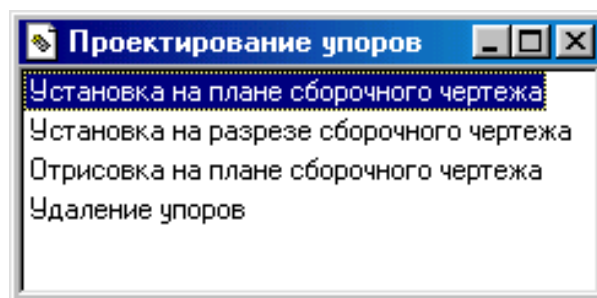

Рисунок 1.90 – Меню “Проектування упорів”
– зі списку вибирається рядок “Система упорів”. Якщо в списку немає інших елементів фіксації (трафарету або напрямних планок), відразу висвітлюється меню “Проектування упорів” (рис. 1.90). Проектування системи упорів включає: установку упорів на плані складального креслення, установку упорів на розрізі головного виду, малювання упорів на плані складального креслення, видалення упорів;